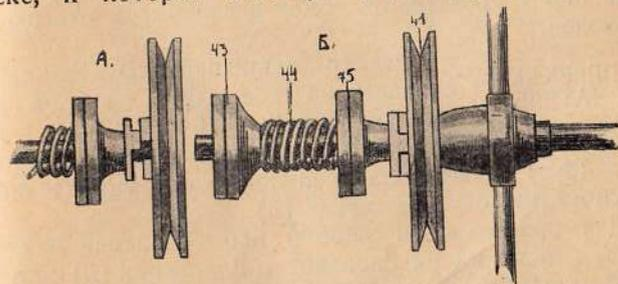

Рис. 8. Фрикционное приспособление нижнего намотывателя.
Во время работы аппарата диаметр ленты на катушке все время меняется (увеличивается), и, следовательно, степень натяжения фильма тоже должна меняться (увеличиваться), что, в лучшем случае, портит бы края ленты (перфорацию). И вот, чтобы этого не случилось, шкив на ось намотывателя насажен не наглухо, а может свободно вращаться. Силу натяжения ленты на барабане можно регулировать, для чего служат: гайка на конце оси (43) и пружина (44), (см. рис. 8).